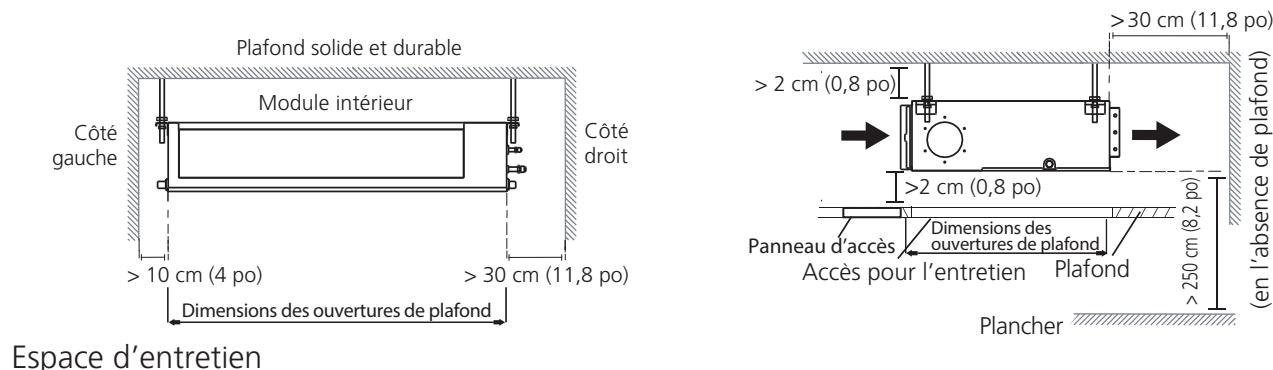

Fig. 7 – Dégagements d'installation
- Laissez suffisamment d'espace pour permettre la circulation de l'air et l'entretien de l'appareil. Voir Fig. 7 – à la page 7 pour connaître les distances minimales requises entre l'appareil et les murs ou les plafonds.